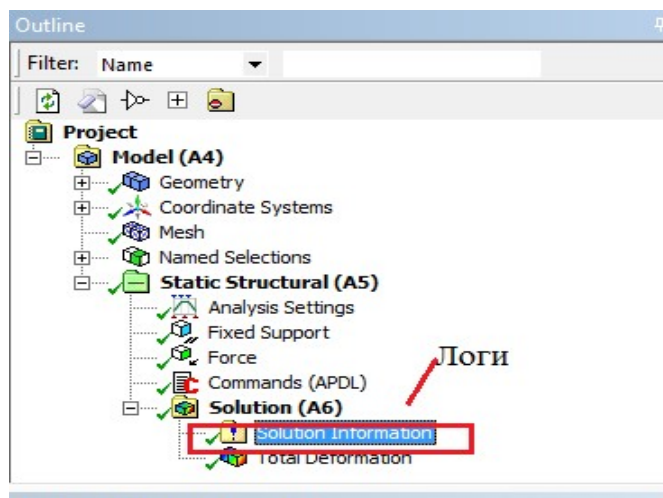

Рисунок 8.4 – Местоположение лога в дереве проекта
3) После решения всегда полезно проверить лог на ошибки (рисунок 8.4).